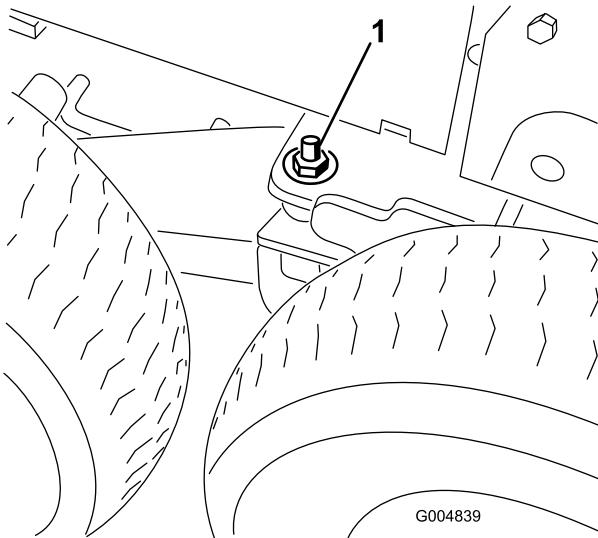

Figure 75
7. Enlevez le contre-écrou (1/2 po) et la rondelle plate de l'assemblage soudé du pivot de bogie gauche et droit pour déverrouiller le pivot (Figure 75).
11. Abaissez le cric d'atelier jusqu'à ce que l'assemblage soudé du pivot du bogie se déplace suffisamment pour permettre à la rondelle plate (1/2 po) et au contre-écrou d'être placés sur le goujon et vissés à la main des deux côtés de la machine (Figure 75).